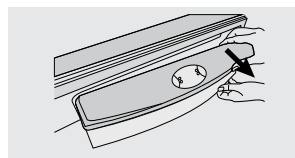
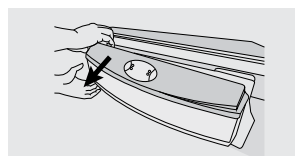

Figura 56
Figura 57
- Con ambas manos en el lado derecho del tanque, hale con suficiente fuerza en dirección hacia usted (figura 56), luego del lado izquierdo del tanque hale nuevamente en la misma dirección, y retírelo completamente (figura 57).